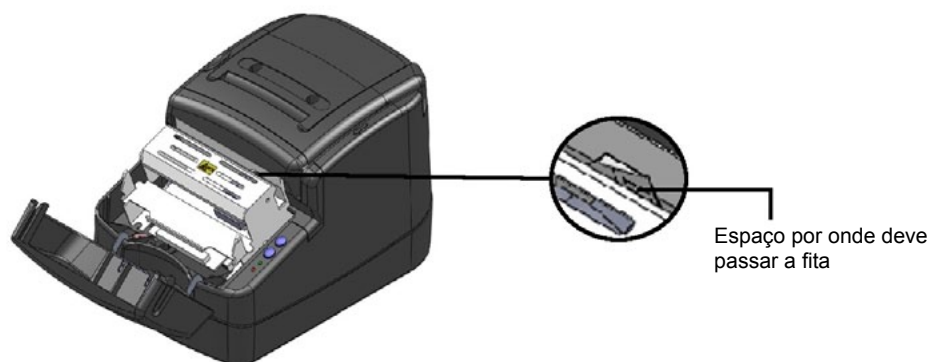

Figura 11: Espaço de passagem da fita
- A fita deve passar entre o espaço mostrado na Figura 11.